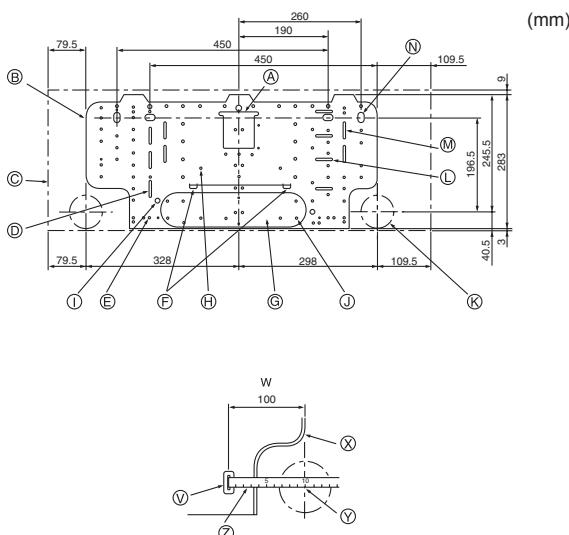

Fig. 3-1
3.1. Instalación del soporte de montaje en la pared (Fig. 3-1)